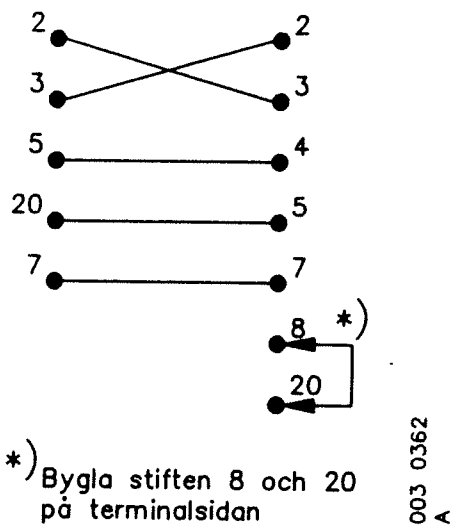

Bild 20. Inkoppling av kabel mellan skrivare och terminal
5.8.7 Kopplingschema för kabeln mellan skrivaren och terminalen framgår av bild 20.